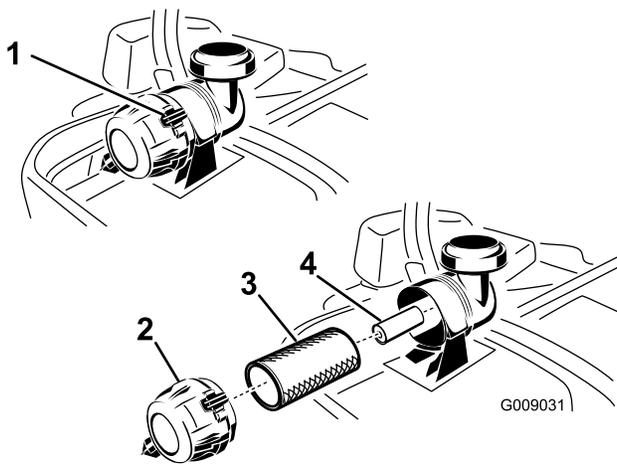

Figura 44
3. Presione hacia abajo para abrir los enganches del limpiador de aire y tire de la tapa del limpiador de aire para separarla de la carcasa del limpiador de aire (Figura 44).
5. Extraiga con cuidado el filtro primario del cuerpo del limpiador de aire (Figura 44). Evite golpear el filtro contra el lado de la carcasa.
1. No limpie el filtro de papel, cámbielo (Figura 44).
2. Si va a cambiar el filtro secundario, deslícelo cuidadosamente en el cuerpo del filtro (Figura 44).
3. Deslice cuidadosamente el filtro primario por encima del filtro secundario (Figura 44). Asegúrese de que está bien asentado empujando sobre el borde exterior del filtro mientras lo instala.
4. Instale la tapa del limpiador de aire y gírela hasta que los enganches la bloqueen en su sitio (Figura 44).